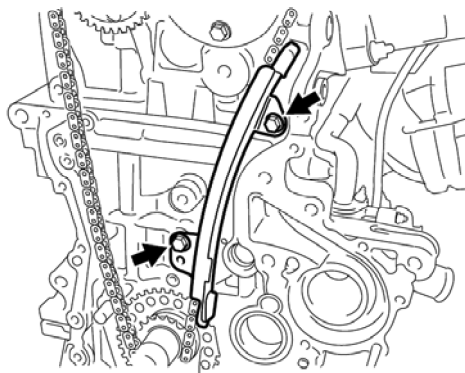

图 11-8 拆下阻尼器
- 24) 拆下 2 个螺栓和链条振动阻尼器，如图 11-8 所示。
- ⑤ 用两颗螺栓安装链条振动阻尼器，如图 11-8 所示。